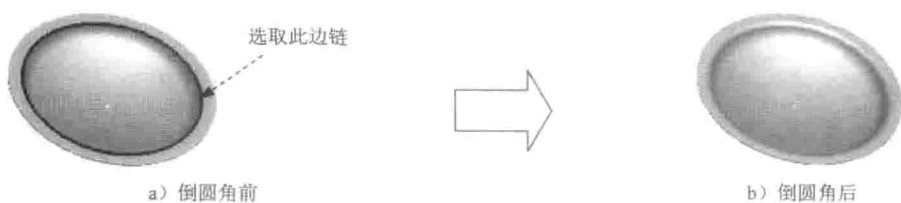

图 1.13 倒圆角特征 2
Step4. 创建图 1.13b 所示的倒圆角特征 2。选取图 1.13 a 所示的边链为倒圆角的边线，输入圆角半径值 6.0。